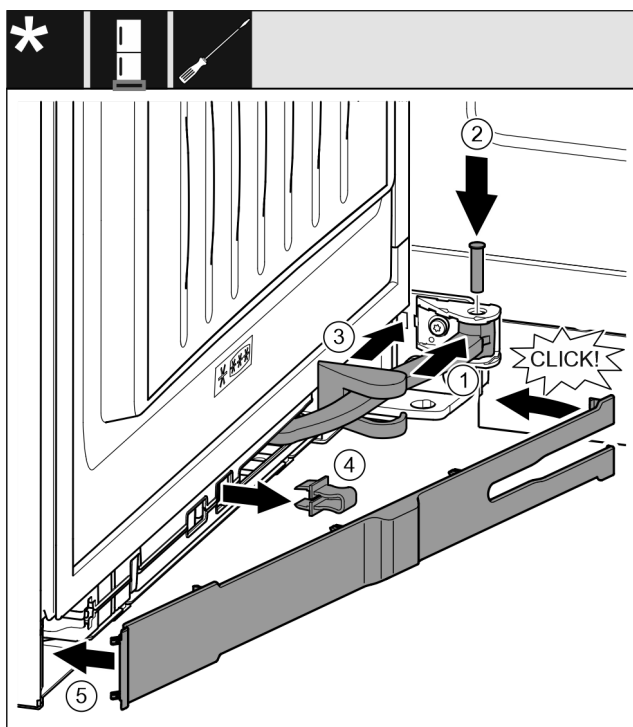

Fig. 47
- Otočte kloub v závěsu. Fig. 47 (1)
- Šroubovákem T15 vložte čep do závěsu a kloubu. Přitom dávejte pozor, aby byla zajišťovací vačka správně usazena v drážce. Fig. 47 (2)
- Posuňte kryt stojanu ložiska podél kloubu a namontujte nad závěsem. Fig. 47 (3)
- ▶ Vytáhněte pojistku. Fig. 47 (4)
- ▶ Nasad'te záslepku na straně madla a sklopte. Fig. 47 (5)